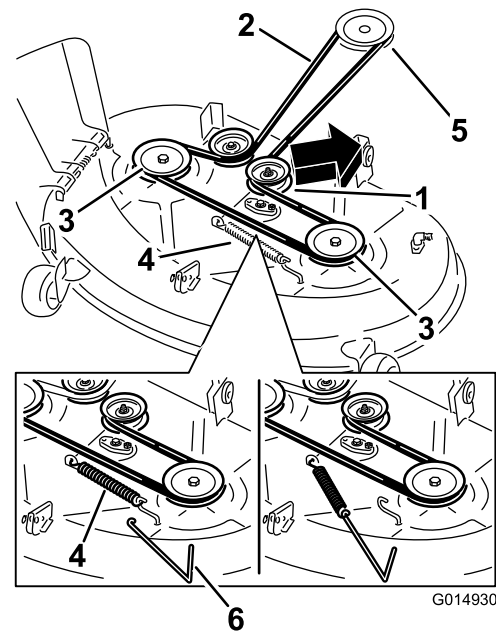
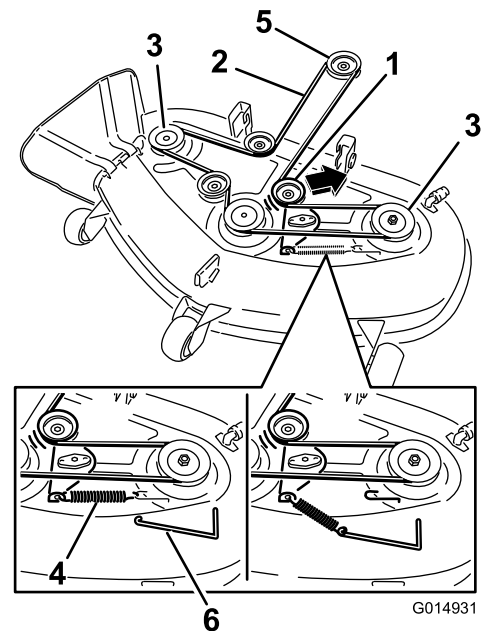

Bild 67
Bild 68
4. Entfernen Sie die Spannscheibenfeder mit einem Werkzeug zur Federentfernung (Toro Bestellnummer 92-5771) vom Mähwerkhaken, um die Spannung von der Spannscheibe zu nehmen, und rollen Sie den Riemen von den Spannscheiben (Bild 67 und Bild 68).
5. Legen Sie den neuen Riemen um die Motor- und Mähwerkspannscheiben (Bild 68).
6. Setzen Sie die Spannscheibenfeder mit einem Werkzeug zur Federentfernung (Toro Bestellnummer 92-5771) auf den Mähwerkhaken, um die Spannscheibe und den Mähwerkriemen zu spannen (Bild 67 und Bild 68).